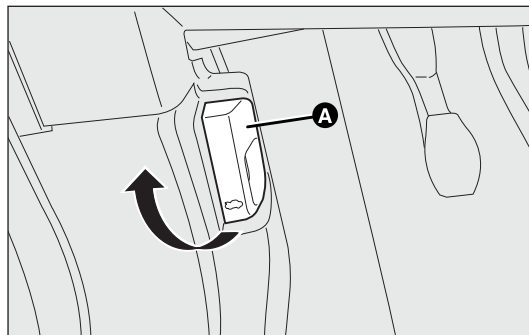

рис. 93
- потяните рычаг А рис. 93 в направлении, показанном стрелкой;